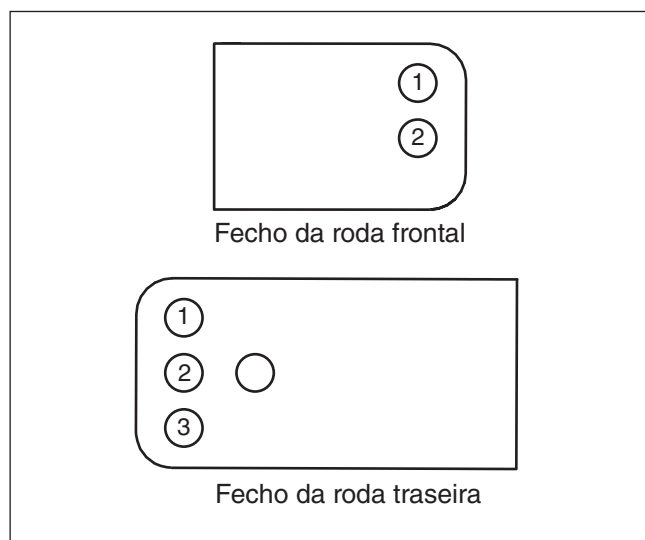

Figura 29
4. Monte as rodas de calibre no orifício do fecho da roda de calibre que coloca a roda de calibre mais próximo do chão sem tocar o chão (consulte a **Figura 29 e a Tabela abaixo**).
5. Fixe a roda de calibre (4), a bucha (3) e o parafuso (2) no fecho com a porca (1).